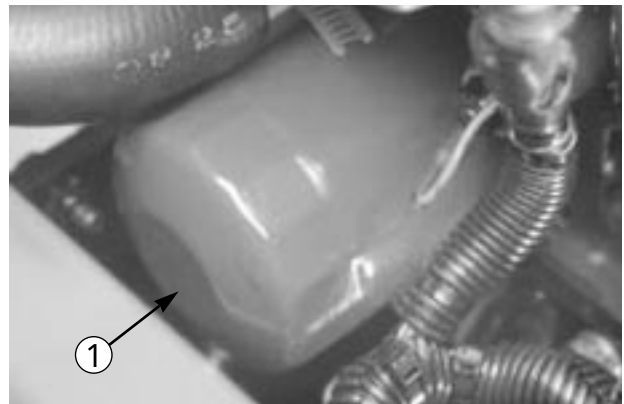

図 49
2. 古いフィルタ (図49) を取り、新しいフィルタに薄くオイルを塗って取り付け。締めすぎ厳禁。
燃料フィルタ（図49）の水抜きは毎日おこなってください。